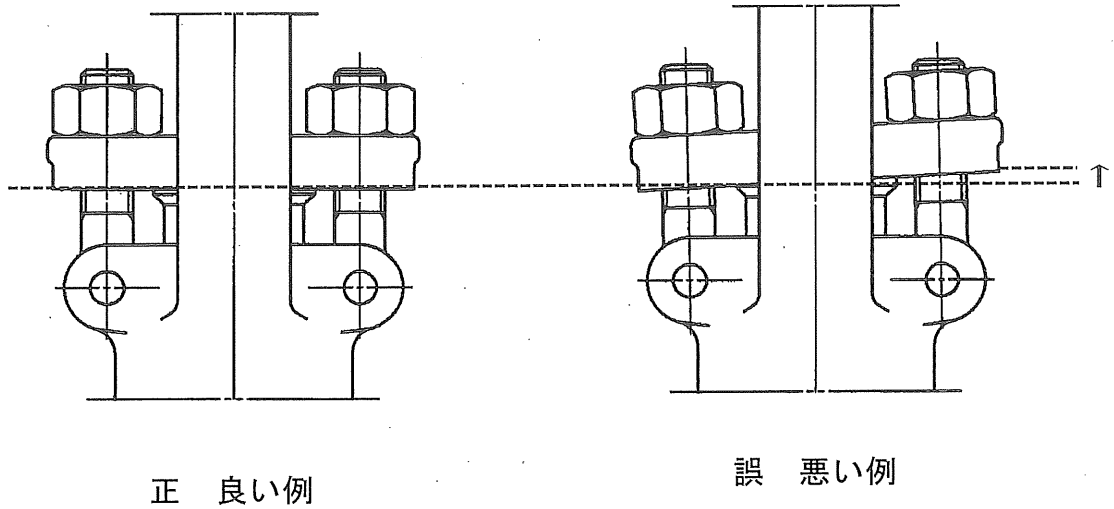

図 7.1 グランドボルトナットの締め付け調整例
- ② この場合、弁棒ねじ部にはグリースを塗ることによって操作性を維持することができます。
- ③ グランドパッキンを挿入する場合は、グランドパッキンの切り口が重ならないように、1リングずつ挿入し、且つ1リングずつ毎に適当な締付力を与えてください。
- ④ 図 7.1に示すとおり、グランドボルトナットを締めながらハンドルの廻り具合をみてグランドを片締めしないように交互に平均した力で調整してください。